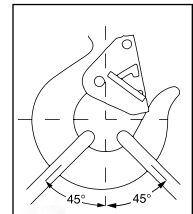

Figura 5
- Al colocar dos (2) eslingas en un gancho, asegúrese de que el ángulo desde la vertical hasta el ramal externo no sea mayor que 45 grados, y de que el ángulo interior entre los ramales no exceda los 90 grados\* (ver Figura 5).